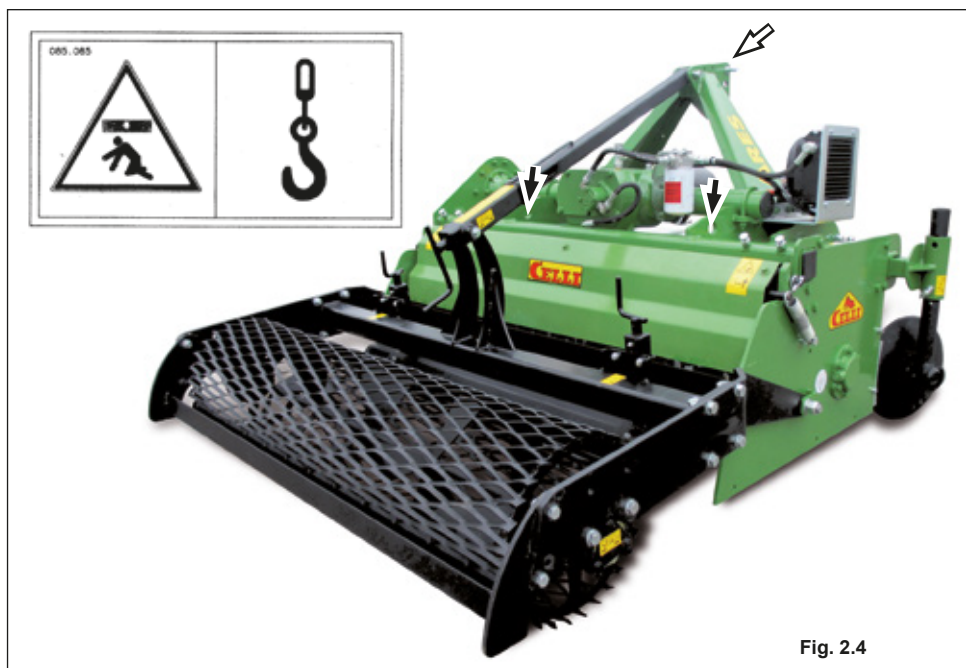

Fig. 2.4
- los puntos de elevación están indicados por oportunos adhesivos (Fig.2.4)